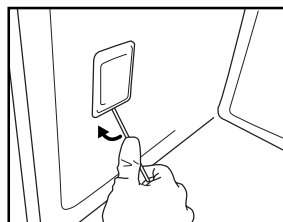

Fig. 5
3. À l'aide d'un tournevis à tête plate que vous utiliserez pour faire levier vers l'extérieur, dégagez le capot de l'ampoule (Fig. 5).